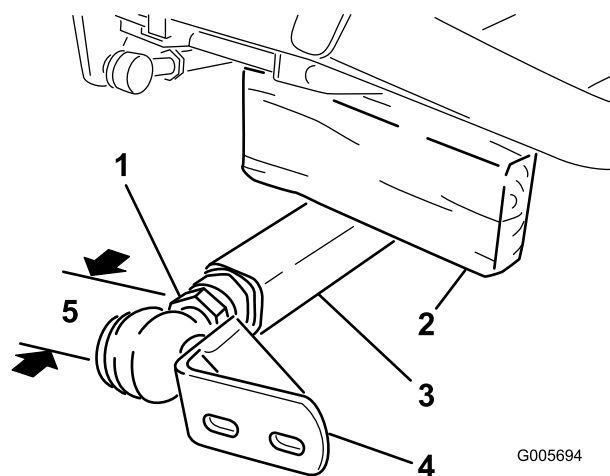

Figure 20
3. Faites-vous aider par une autre personne pour appuyer sur le bras de poussée gauche. Insérez ensuite une cale en bois de 51 x 102 mm entre le bâti et le haut du bras de poussée (Figure 20). Vissez la rotule dans le bras de poussée gauche jusqu'à ce que le centre de la rotule se trouve à 60 mm de l'avant du bras de poussée (Figure 20). Ne serrez pas l'écrou de blocage.